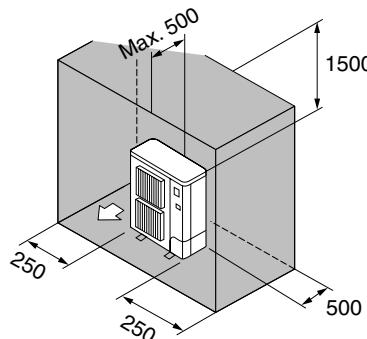

Fig. 2-7
⑥ Enbart hinder på baksidan, sidorna och ovansidan (Fig. 2-7)